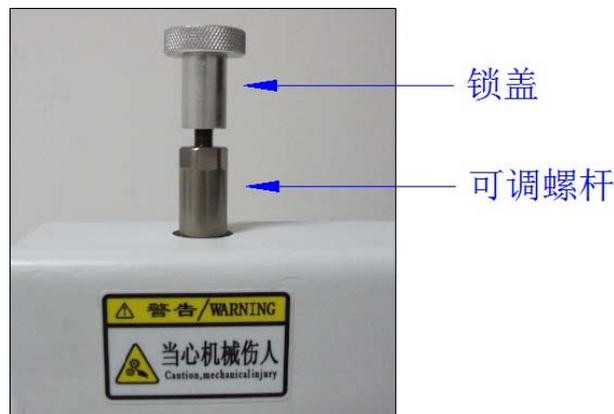

图 2
1. 调节刀轮压力：调较气缸顶部可调螺杆及锁盖，同时按上下模脚踏开关，逐步调较刀轮和下模的距离来改变压力，直至能完全切割当前工作件即可。逆时针调节可调螺杆，切刀轮压力增大，顺时针调节可调螺杆，切刀轮压力减小。根据布料不同及时调节压力，长时间高压力工作，容易造成切刀轮及超声波工具头的磨损，故每种布料的压力调至刚好可以切断就可以了。（如图 2 所示）；